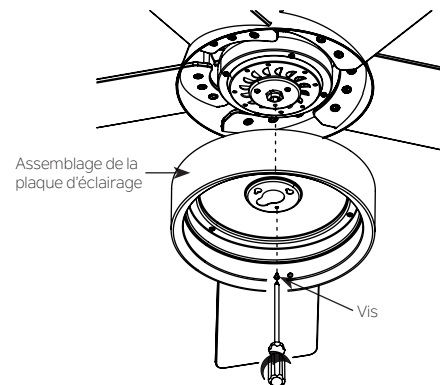

Fig. 20
Étape 2: Placer les deux trous de fente sur l'assemblage de plaque d'éclairage sur les 2 vis précédemment dévissées de la plaque de montage. Tourner l'assemblage de la plaque d'éclairage jusqu'à ce qu'elle s'insère sur l'extrémité des trous de touche, fixer en serrant les 2 vis précédemment vissées et la vis précédemment retirée (Fig 20).